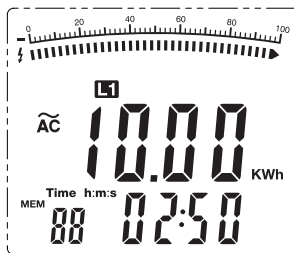

Figure 12
6. La valeur kWh mesurée s'affiche dans l'affichage principal et le temps écoulé dans l'affichage secondaire. (Fig. 12)